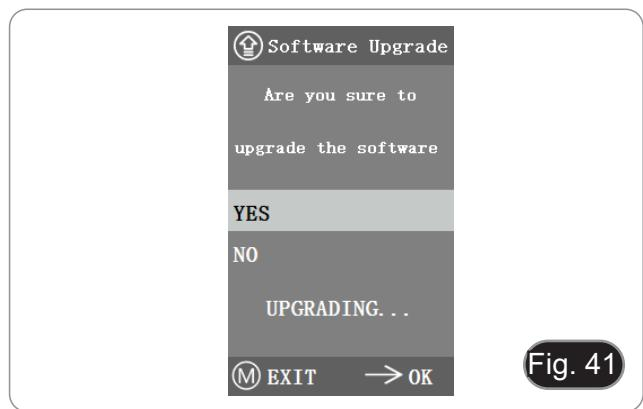

Fig. 41
1. Selezionare "Yes" per aggiornare, e apparirà il seguente messaggio: "UPGRADING..." mentre il sistema viene aggiornato. (Fig 41)